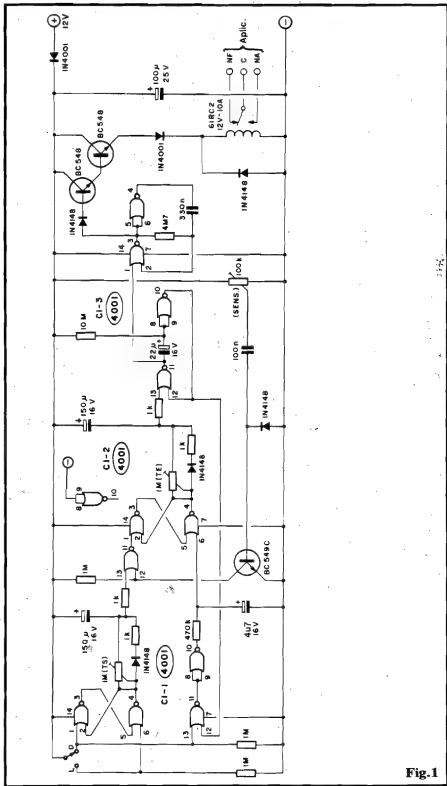

Fig.1
- FIG. 1 - O CIRCUITO - Logo "de cara", vamos explicar esse negócio de "sensoreamento sem sensor"... Na verdade, existe **sim**, um sensor incorporado ao ALASSEN, que é a sua própria linha de alimentação (12V nominais)! O "gatilho" ou o "excitador" do sistema, é providenciado por um fenômeno super-simples, que ocorre em todo e qualquer circuito elétrico ou eletrônico, do mais elementar ao mais complexo: uma minúscula (mas **real...**) queda de Tensão geral de alimentação, sempre que uma nova "carga" (resistiva, indutiva, capacitiva, etc.) é momentaneamente ligada ou eletricamente anexada à tal alimentação! Vamos exemplificar, para Vocês entenderem melhor: suponhamos que, em "repouso" (com todas as aplicações elétricas **desligadas...**), a linha geral de alimentação do sistema elétrico do veículo mostre uma Tensão de 12,82V. Ao se abrir uma porta, acionando a lâmpada controlada pelo interruptor mecanicamente acoplado a dita porta, a Resistência do filamento da citada lâmpadinha, momentaneamente "carrega" a linha de alimentação, ocasionando uma (ainda que pequeníssima...) **queda** na Tensão **real** da tal linha (digamos, para 12,79V, ou seja: um diferencial de "menos 0,03V"...). Esse fenômeno ocorrerá com todo e qualquer dispositivo eletro-eletrônico existente no veículo, e é absolutamente **normal**! O circuito do ALASSEN, simplesmente deteta, amplifica, esse "degrauzinho" de Tensão, e o usa como "gatilho" para o disparo do alarme... Como é absolutamente **impossível** se entrar num carro, ou fazer funcionar qualquer "coisa" no veículo (incluindo aí, obviamente, o próprio funcionamento do motor...) sen